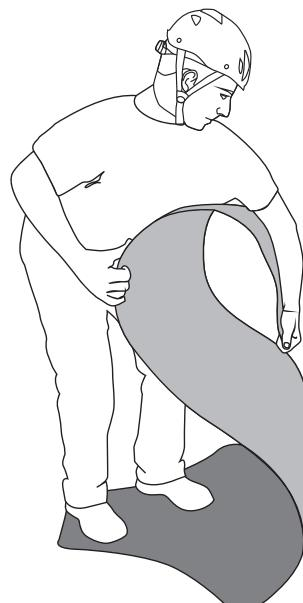

Fig.5
- Togliere il telo “**ROLLY**” dalla sacca di trasporto (O) e rimuovere la fettuccia con cricchetto (N),
- distendere il piano d’appoggio (A) e renderlo piatto riavvolgendo al contrario le estremità e piegando la parte centrale (fig. 5),